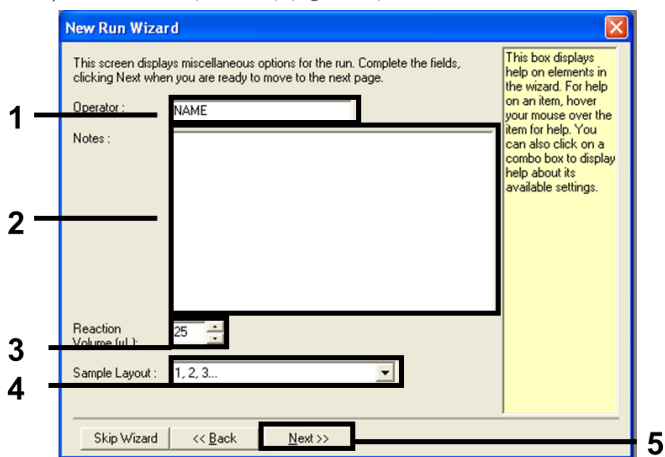

Figure 2. Saisie du nom de l'opérateur et des volumes réactionnels.
4. Saisir le nom de l'opérateur dans le champ Operator (Opérateur). Ajouter toute remarque et configurer la valeur du champ Reaction volume (Volume réactionnel) sur 25. Vérifier que les valeurs 1, 2, 3... figurent dans le champ Sample Layout (Répartition des échantillons). Cliquer sur Next (Suivant) (figure 2).